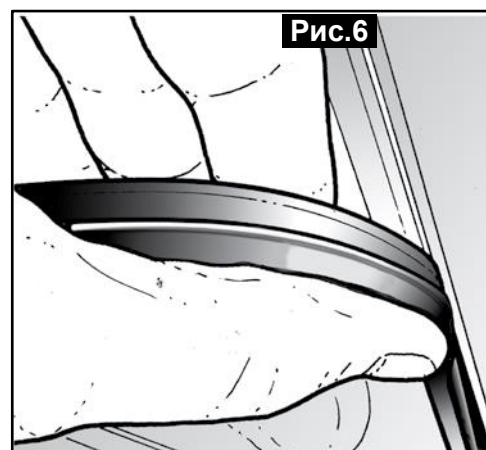

Рис.6
5) Вставьте новый уплотнитель по всему периметру, начиная с центра сзади (на стороне петель) (**Рис.6**), учитывая следующее:
- 4) Вытащите штифт, откиньте крышку назад и положите ее на подходящую опорную поверхность (Рис. 6).